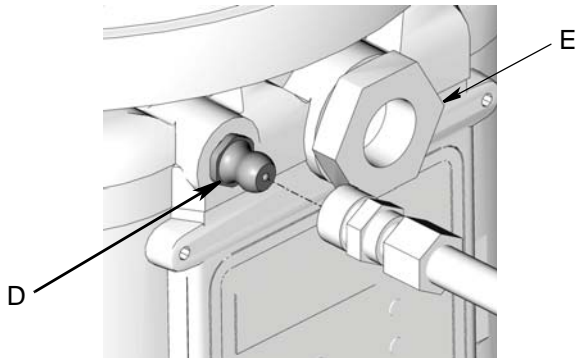

FIG. 13
1. Branchez le flexible de remplissage au raccord d'entrée (FIG. 13).